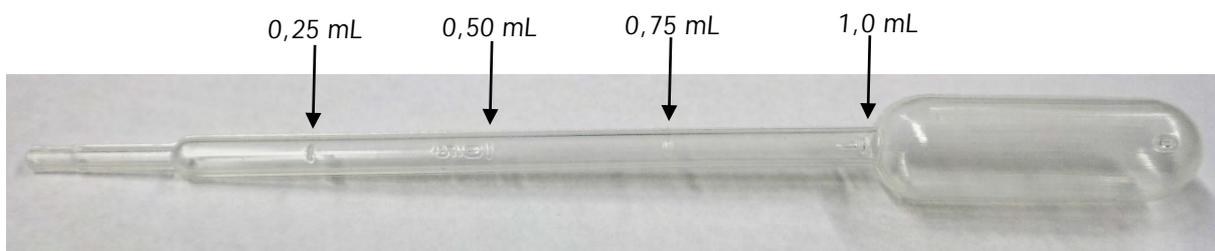

Abb. 1: Eine Plastik-Pipette mit Markierungen (gekennzeichnet durch Pfeile)
- Eine 1,0 mL Plastik-Pipette mit Markierungen (vgl. Abb. 1)